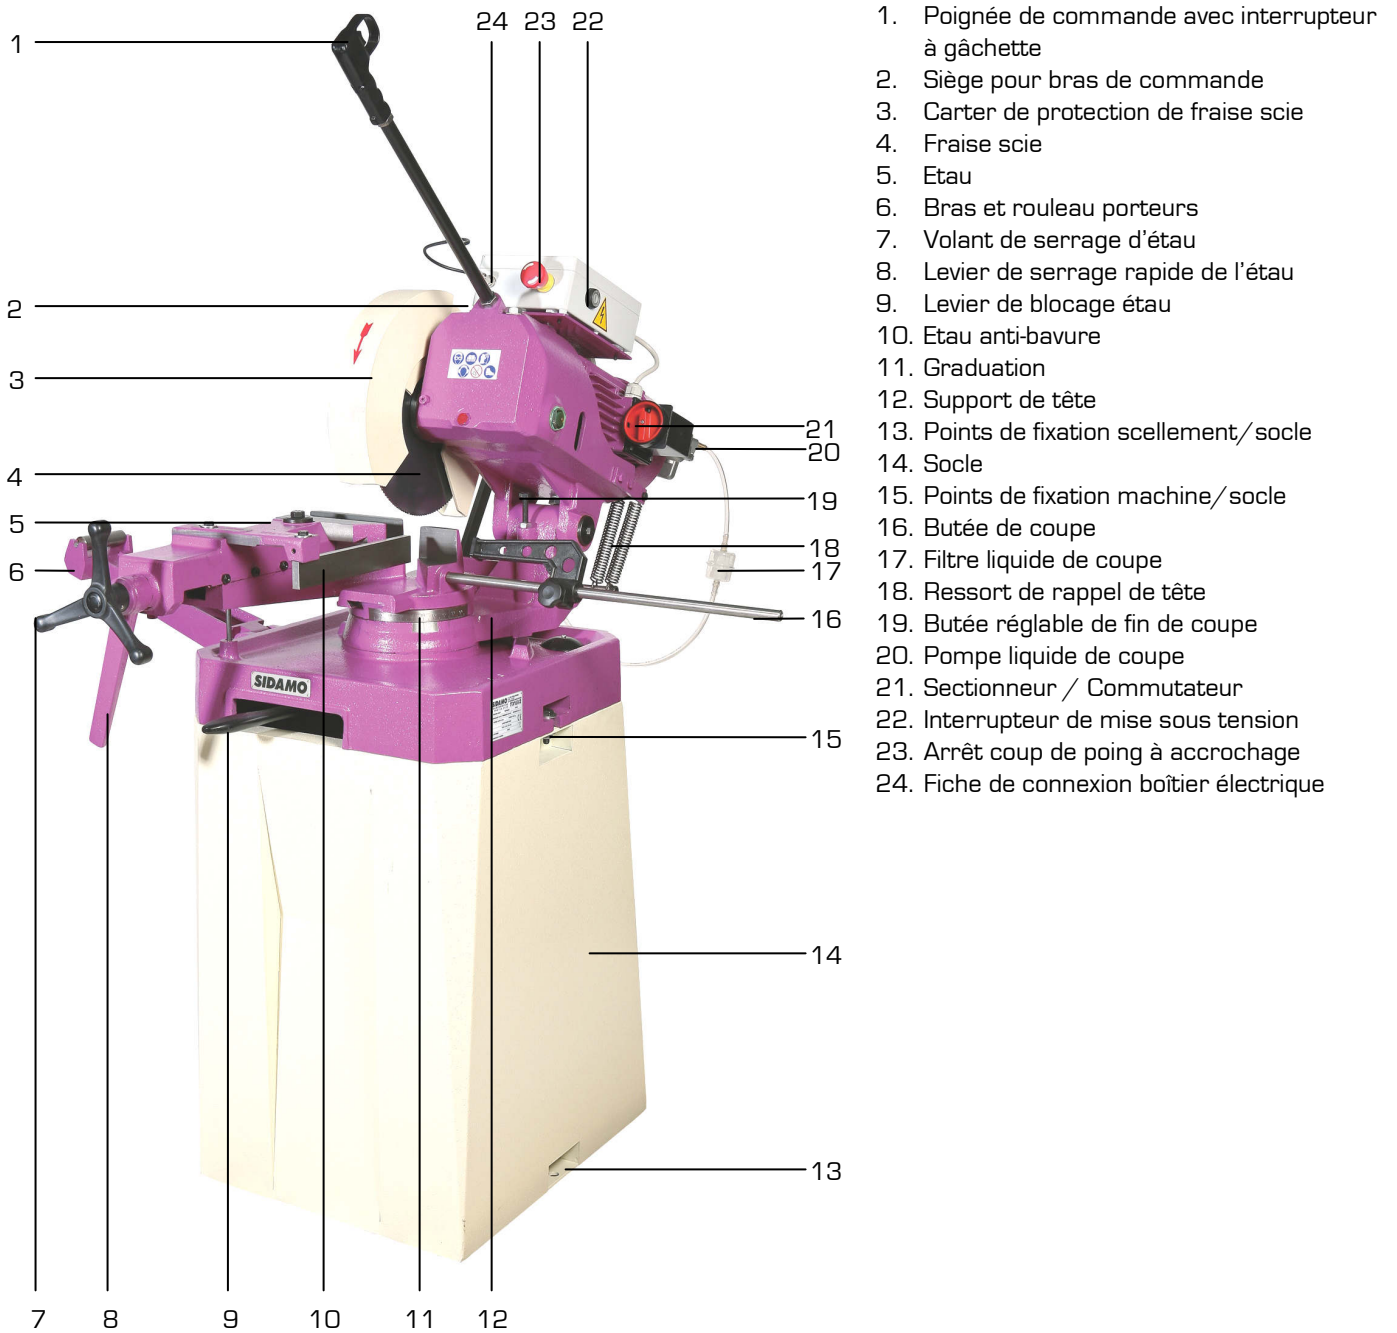

Figure 1
Pour soulever la tronçonneuse, se munir d'une cheville à œillet avec un filetage (M16 - portée maximum 400 kg). La visser dans le trou prévu pour fixer le bras de commande (2 fig.1) (voir figure ci-jointe).
Fixer la machine sur le socle au moyen des boulons de fixation (15 fig.1).
Fixer au sol (13 fig.1) en utilisant les vis appropriées enfoncées dans le béton.
- Visser la partie filetée du bras de commande dans le trou (2 fig.1). Connecter la fiche du micro-contact de la poignée à gâchette à la prise se trouvant sur le boîtier électrique (23 fig.1).
- Visser la partie filetée de la butée de coupe (16 fig.1) dans son siège, puis la bloquer.
- Positionner le rouleau (6 fig.1) sur le bras porteur, puis régler l'ensemble en fonction du profilé à couper de façon à obtenir un niveau parfait.
1. Débloquer le levier de blocage étau (9 fig.1).
4. Bloquer à nouveau le levier (9 fig.1).